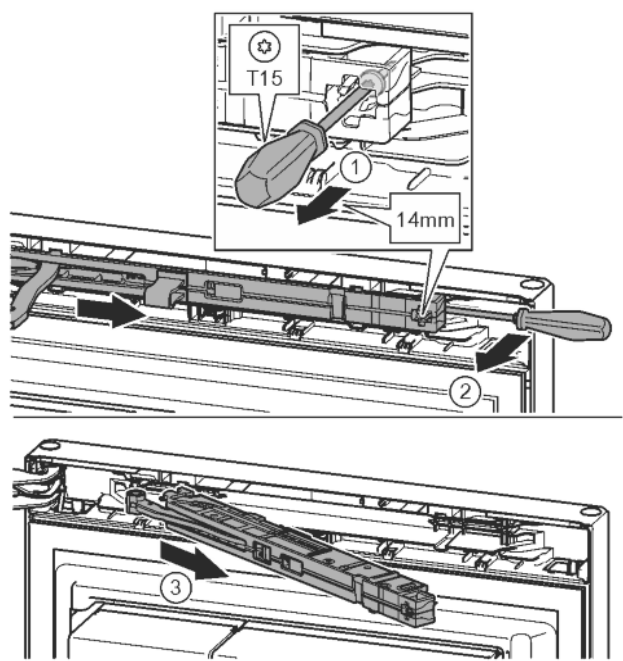

Fig. 9
► Schroef op de sluitdempereenheid met schroevendraaier T15 ca. 14 mm losdraaien. Fig. 9 (1)
► Een schroevendraaier aan de kant van de handgreep achter de sluitdempereenheid plaatsen en naar voren draaien. Fig. 9 (2)
► Sluitdempereenheid eruit trekken. Fig. 9 (3)